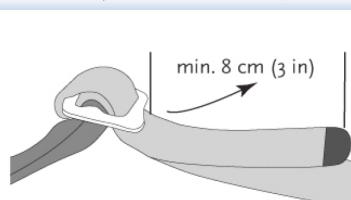

Figure 3
5. ウェストベルト、レッグループのいずれでも、正しくバックル締めして折り返した後最低8cmの末端を確保する (Figure3)。